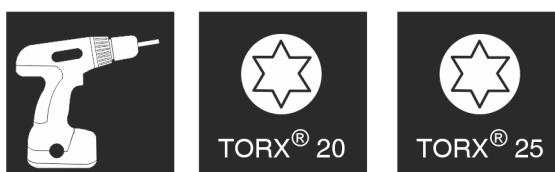

Fig. 20
1. Подготовка инструмента. Fig. 20 0